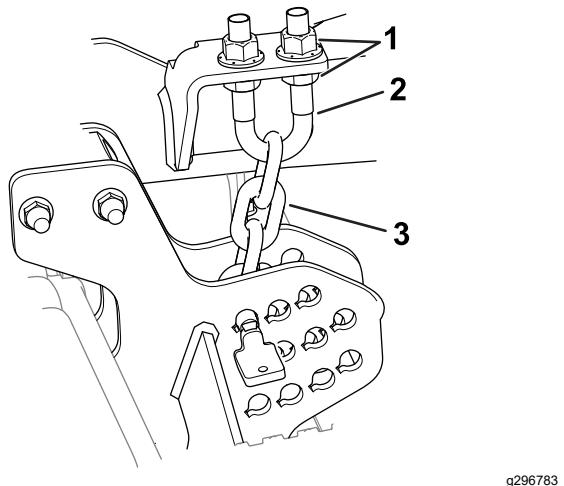

Figura 7
7. Afloje las contratuerkas inferiores del perno en U de la cadena de altura de corte (Figura 7).
8. Ajuste las tuercas (Figura 7) para elevar o bajar la parte trasera de la unidad de corte hasta que las puntas de las cuchillas traseras estén de 6 mm – 10 mm (1/4" – 5/8") más altas que las puntas delanteras.